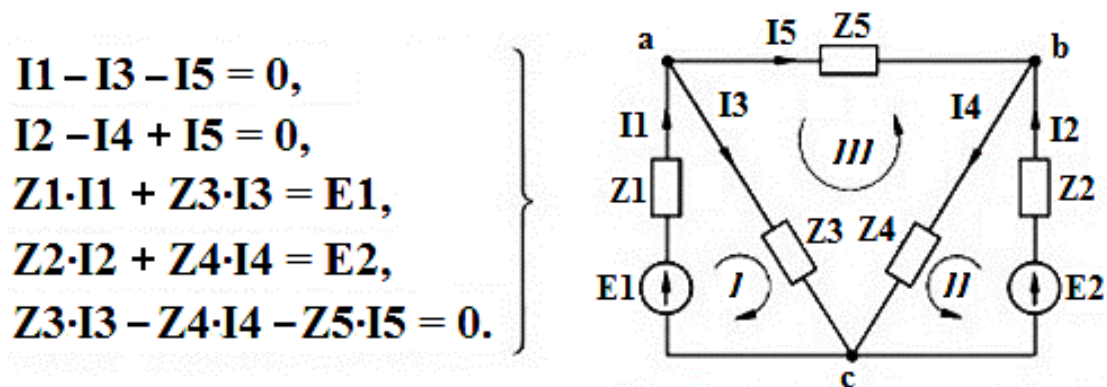

Рис. 1.45. Система расчетных уравнений для сложной электрической цепи
1. На схеме замещения выделяют узлы  $a$ ,  $b$ ,  $c$  и независимые контуры I, II, III (рис. 1.45).
3. Первые два уравнения (баланс токов в узле) составляют по первому закону Кирхгофа для узлов  $a$  и  $b$ . Направления токов в ветвях принимаются условно и показаны на рис. 1.45.
4. Оставшиеся три уравнения (баланс падений напряжения в контуре) составляют по второму закону Кирхгофа для контуров I, II и III. Направления обхода контуров принимаются условно и показаны на рис. 1.45.